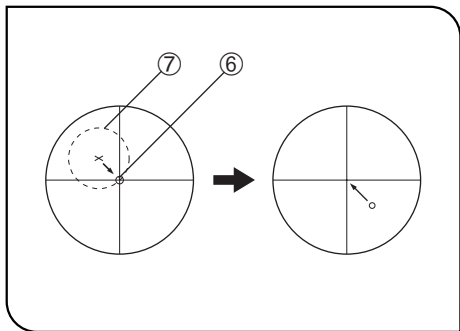

Fig. 21
9. Centrar a platina rotativa (fig. 21 & 22)